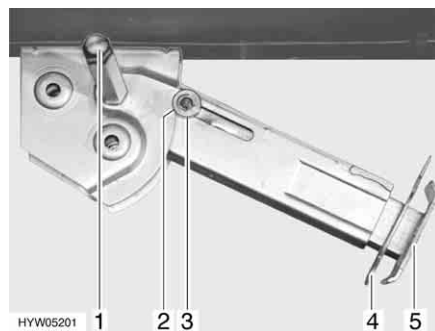

Fig. 16 Piedino di stazionamento
- Inserire la chiave a tubo nell'esagonale (Fig. 16,1) e ruotare fino a quando il piedino di stazionamento non si trova in posizione verticale verso il basso.
- Estrarre la copiglia (Fig. 16,4) dal prolungamento dell'estremità del piedino (Fig. 16,5).
- Inserire la chiave a tubo nell'esagonale (Fig. 16,1) e ruotare fino a quando il piedino di stazionamento non si stacca dal terreno.
- Spingere completamente all'interno il prolungamento dell'estremità del piedino (Fig. 16,5) e inserire la copiglia (Fig. 16,4) nel foro apposito.
- Ruotare la chiave a tubo nell'esagonale (Fig. 16,1), fino a quando il piedino di stazionamento non è sollevato verso l'alto e la guida (Fig. 16,3) è rientrata totalmente nell'intaglio (Fig. 16,2).